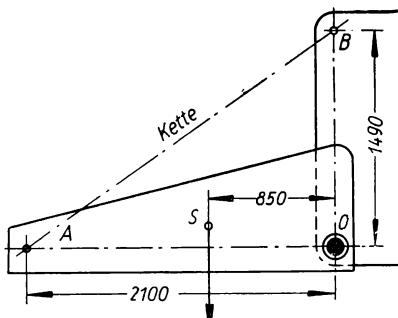

Bild 186
- 318.** Die Schüttrinne eines Kohlenkippers ist nach Bild 186 mittels Zapfens O am Schütttrumpf befestigt, während das vordere Ende A durch zwei seitlich angreifende, schräg ausgespannte Ketten getragen wird. Das Gewicht der Rinne, in ihrem Schwerpunkte S angreifend, beträgt 670 kg. a) Welche Spannkräfte haben die Ketten zusammen aufzunehmen? b) Welche Belastung erhalten die Drehzapfen O ?